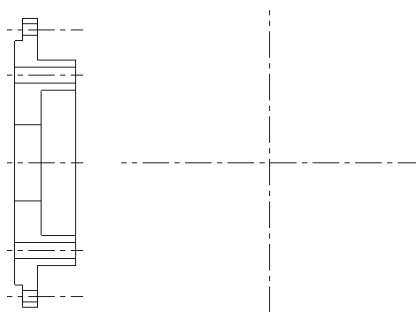

图 5-83 镜像端盖外形
⑥ 镜像端盖外形。单击“转换”工具栏中的“镜像”按钮 ，框选上一步完成的端盖外形，按回车键，弹出“镜像选项”对话框。单击对话框内的按钮  选取中心孔的中心轴线，以复制的方式镜像。再单击镜像对话框中的“确定”按钮，操作结果如图 5-83 所示。